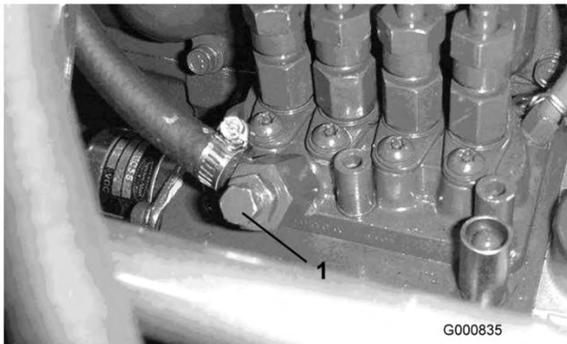

Bild 38
5. Öffnen Sie die Entlüftungsschraube an der Kraftstoffeinspritzpumpe (Bild 38).